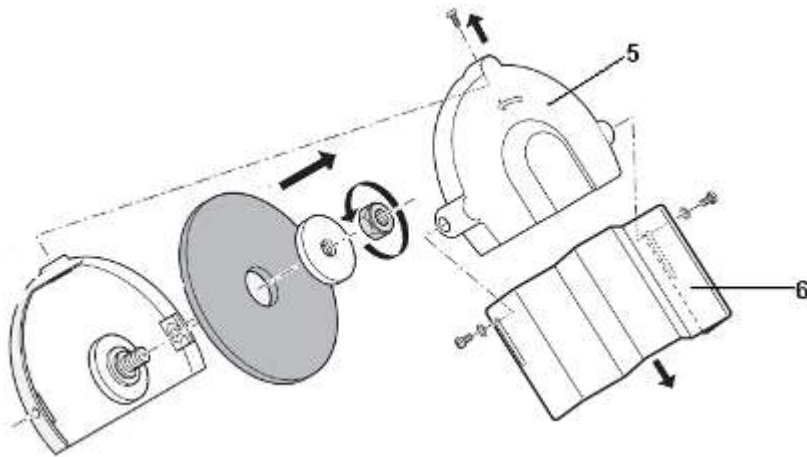

Рис. 15
3. Открутите отверткой 3 винта с щитка (рис. 15).
4. Снимите регулируемый щиток (6) и щиток (5) (рис. 15).
5. Открутите гайку гаечным ключом. (рис. 15)